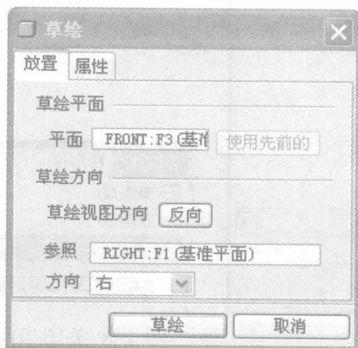

图 1-3 选取草绘面及参照面
3. 左键单击“Front”基准面的标签“FRONT”, 将这个面设为草绘面, 此时系统默认将“Right”面设为参照面, 此时的“草绘”对话框如图 1-3 所示。